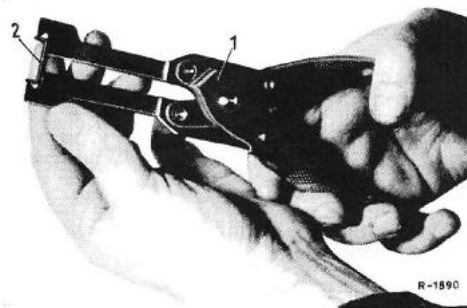

Bild 35-7/1
- 7 Zwei Klammern (Hilfsklammern) in der Öffnung der Spezialzange (1) so drücken, daß die Enden auf ca. 45° abgewinkelt werden (Bild 35-7/1).